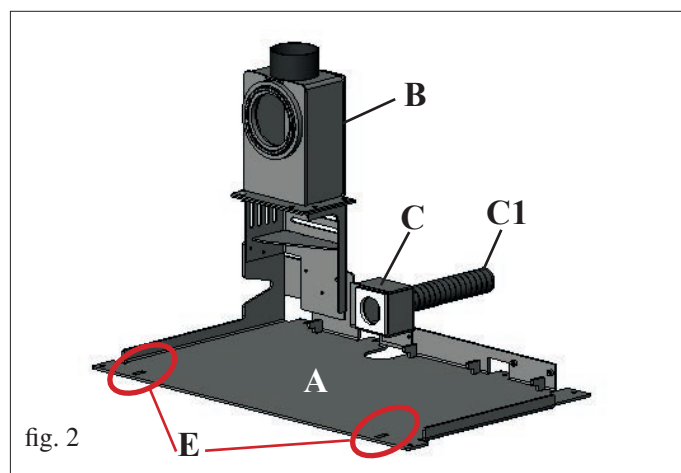
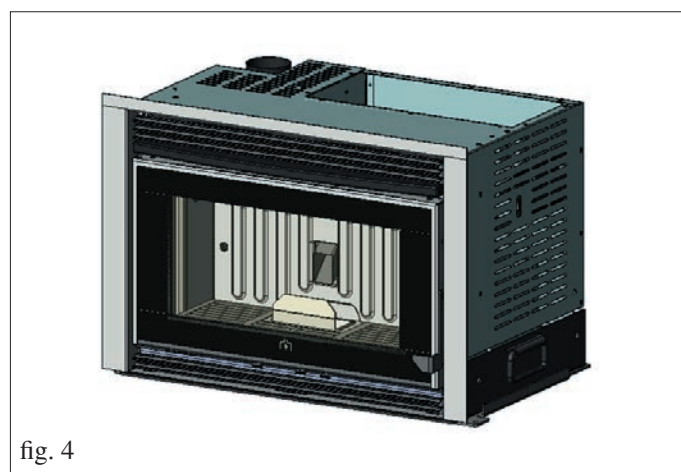
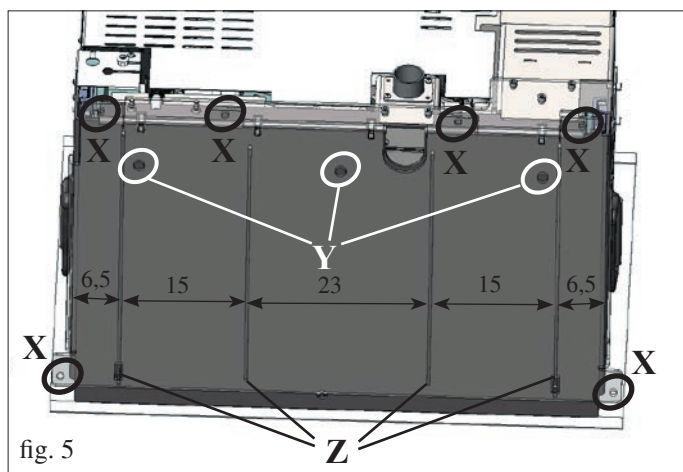

fig. 2
fig. 4
fig. 5
- Fijar la placa de base (A - fig. 2) a la base a través de los orificios colocados en el perímetro de la placa (X - fig. 5) mediante pernos.
Como alternativa, para la fijación de la placa descrita, se pueden utilizar los orificios existentes dentro de la misma placa de base (Y - fig. 5) mediante tornillos de cabeza cónica (la cabeza del tornillo no debe sobresalir de la placa de base más de 2 mm).
El cliente también puede realizar otros orificios con cuidado de no hacerlo en correspondencia de las guías (Z - fig. 5)
- Volver a colocar la inserción (fig. 4) deslizando por la placa de base (A - fig. 2) hasta el final de carrera (la inserción se deberá encajar en las dos anillas (E - fig. 2) presentes en la parte anterior de la placa de base (A - fig. 2), asegurándose de que el cable de alimentación no quede aplastado entre las dos placas.
- Abrir la puerta y levantar el tope de bloqueo de deslizamiento (F - fig. 5).